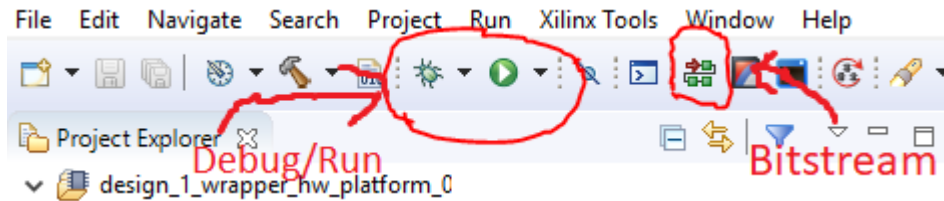
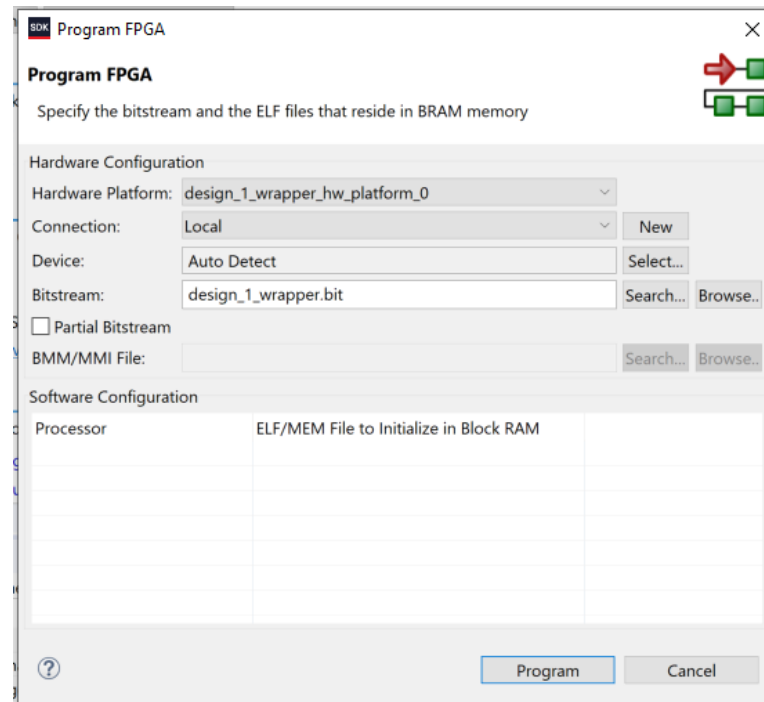

Figure 8
Figure 9
- 1) Programmez d'abord le bitstream² (voir icône sur la figure 8) afin de l'envoyer sur la carte. Vous verrez alors apparaître la fenêtre de la figure 9 dans laquelle vous retrouverez votre plate-forme et son bitstream généré dans la partie 1a. Cliquez sur Program.